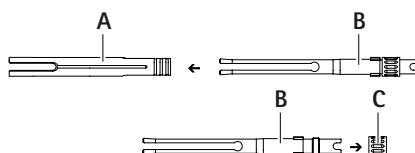

Fig. 8
- Desenroscar el tornillo aprisionador C hacia atrás y retirarlo de la pinza B, ver Fig. 8.